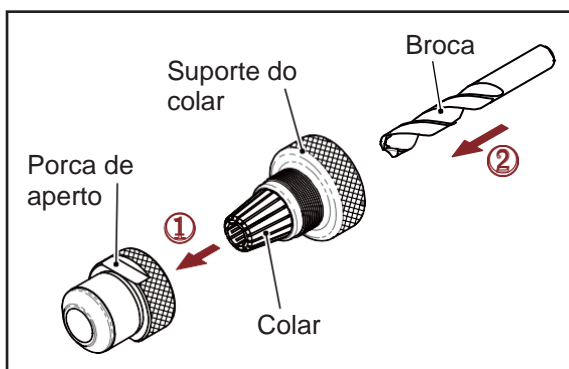
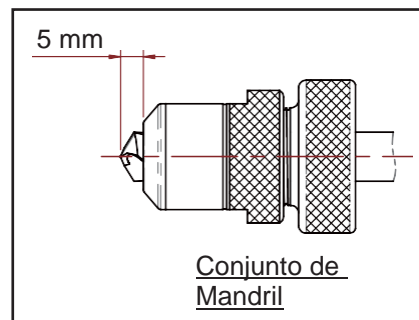

Fig. 6-2
Fig. 6-3
3. Rosqueie um pouco pela porca de aperto (Fig. 6-2 Etapa ①), em seguida insira a broca através do suporte do colar (Fig. 6-2 Etapa ②) e empurre até que a broca saia cerca de 5 mm da porca de aperto. (Fig. 6-3)